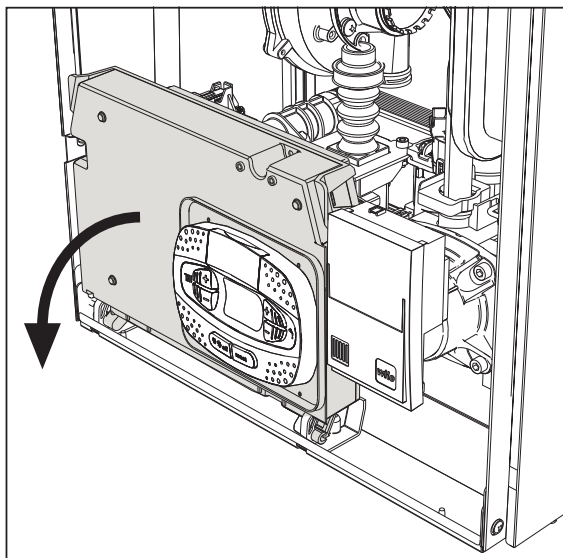
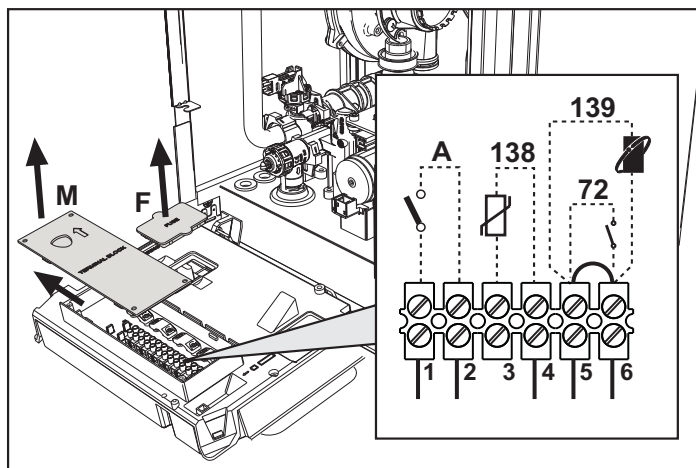

fig. 19
fig. 20
Dopo aver tolto il pannello frontale (*** 'Apertura del pannello frontale' on page 32 ***) è possibile accedere alla morsettiera (M) e al fusibile (F) seguendo le indicazioni descritte di seguito (fig. 19 e fig. 20). **I morsetti indicati nella fig. 20 devono essere a contatti puliti (non 230V).** La disposizione dei morsetti per i diversi allacciamenti è riportata anche nello schema elettrico alla fig. 61.